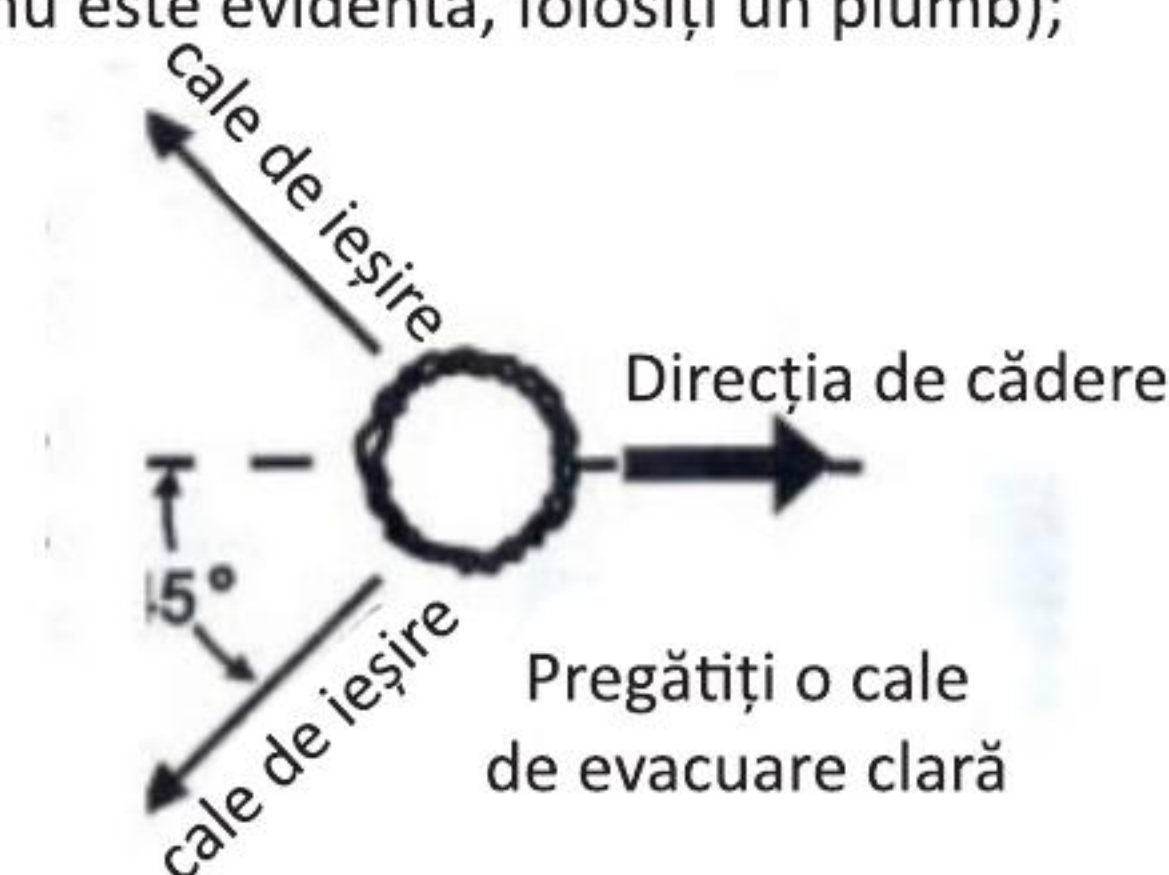

Fig.2
6.1 Reguli de bază pentru tăierea copacilor (Fig. 2,3)